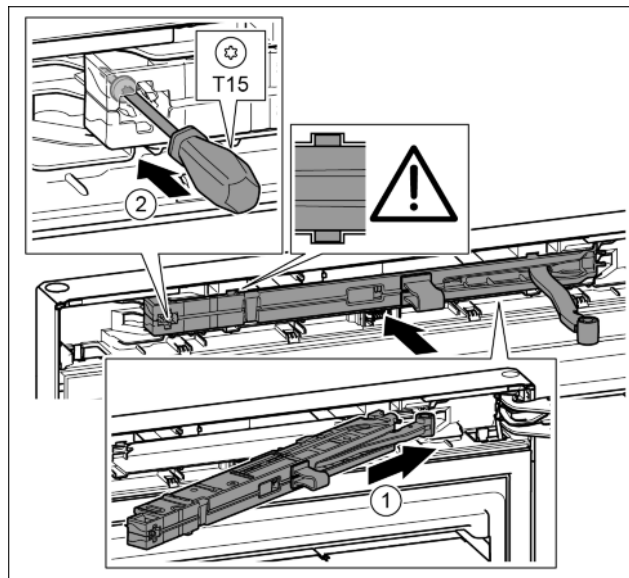

Fig. 41
- ▶ Amortyzator zamykania drzwi po stronie płytki zawiasu wsunąć ukośnie w zagłębienie aż do oporu. Fig. 41 (1)
- ▶ Śrubę przykręcić przy pomocy śrubokręta T15. Fig. 41 (2)